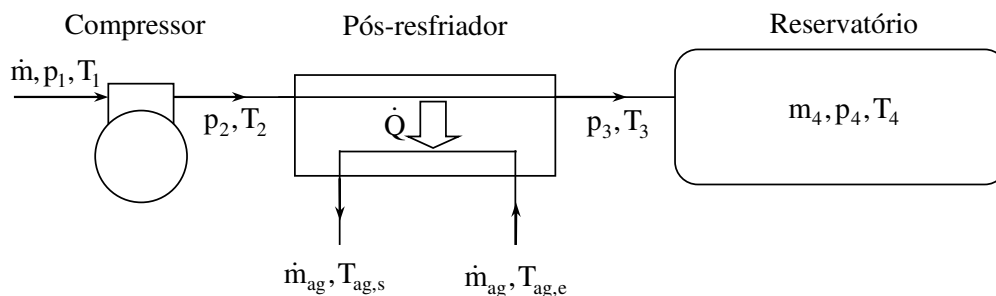

Figura Pj7.4 – Diagrama esquemático de sistema compressor, pós-resfriador e reservatório.
7.4) Considere o sistema apresentado na Fig. Pj7.4, constituído por um compressor, um pós-resfriador e um reservatório. Ar é admitido à pressão atmosférica e, depois de comprimido, é resfriado antes de chegar ao reservatório. A seguir, apresenta-se um modelo matemático para simular o sistema, que permite obter a cada instante de operação do sistema a massa, m_4 , e a temperatura do ar no interior do reservatório, T_4 , e também a temperatura do ar na saída do compressor, T_2 , e do pós-resfriador, T_3 , bem como a temperatura da água que sai do pós-resfriador, $T_{ag,s}$, e a taxa de transferência de calor entre as correntes de água e de ar no pós-resfriador, \dot{Q} , sendo essas variáveis as incógnitas do modelo.